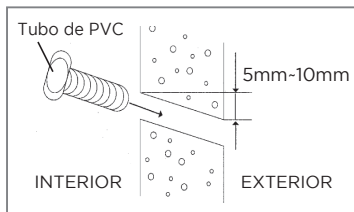

FIG. 12
- Corte e coloque o tubo de PVC de 75 mm de diâmetro de acordo com a espessura da parede e passe a tubulação através dela (Fig. 12).